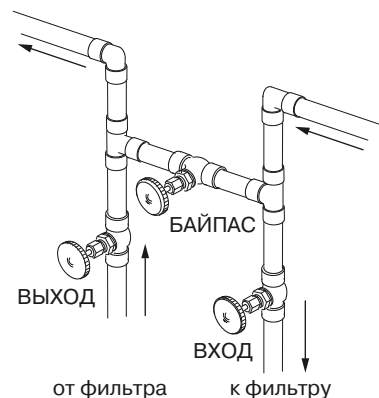

Рис. 8
- Поставьте байпас в рабочее положение: в системе из трех кранов откройте входной и выходной вентили и перекройте вентиль между ними (**рис. 8**).